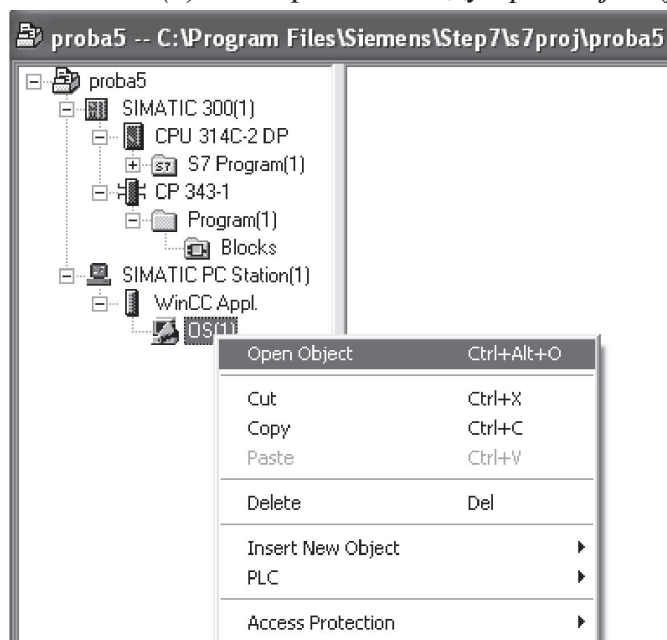

Рис. 3.4. Открытие проводника WinCC
Теперь мы можем начинать работать над созданием мнемосхем в графическом редакторе. Для этого необходимо щелкнуть правой кнопкой мыши на *OS (1)* и выбрать команду *Open Object* (рис. 3.4).